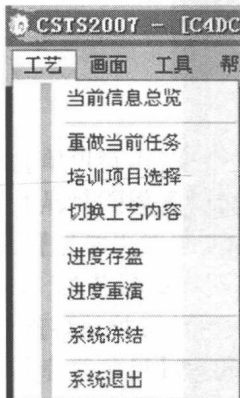

图 1-6 工艺菜单
(1) 工艺菜单: 仿真系统启动之后, 启动两个窗口, 一个是流程图操作窗口, 一个是智能评价系统。首先进入流程图操作窗口, 进行软件操作。在流程图操作界面的上部是“菜单栏”, 下部是“功能按钮栏”(图 1-6)。